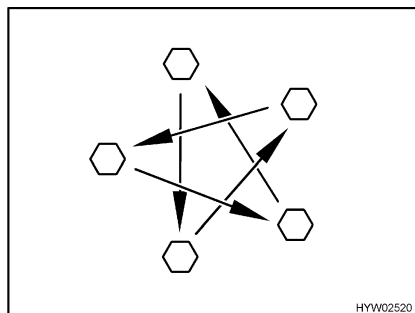

Fig. 320 Serrer en croix les écrous ou les boulons de roue
- Vérifier régulièrement le serrage des écrous ou des boulons de roues. Resserrer tous les écrous ou les boulons de roue 50 km après le changement d'une roue (Fig. 320). Pour les couples de serrage, voir paragraphe 14.5.2.
- Si des jantes neuves ou repeintes sont utilisées, alors resserrer les écrous ou les boulons de roue une fois de plus après env. 1 000 à 5000 km (Fig. 320).
- ▷ Serrer en croix les écrous ou les boulons de roue (Fig. 320).